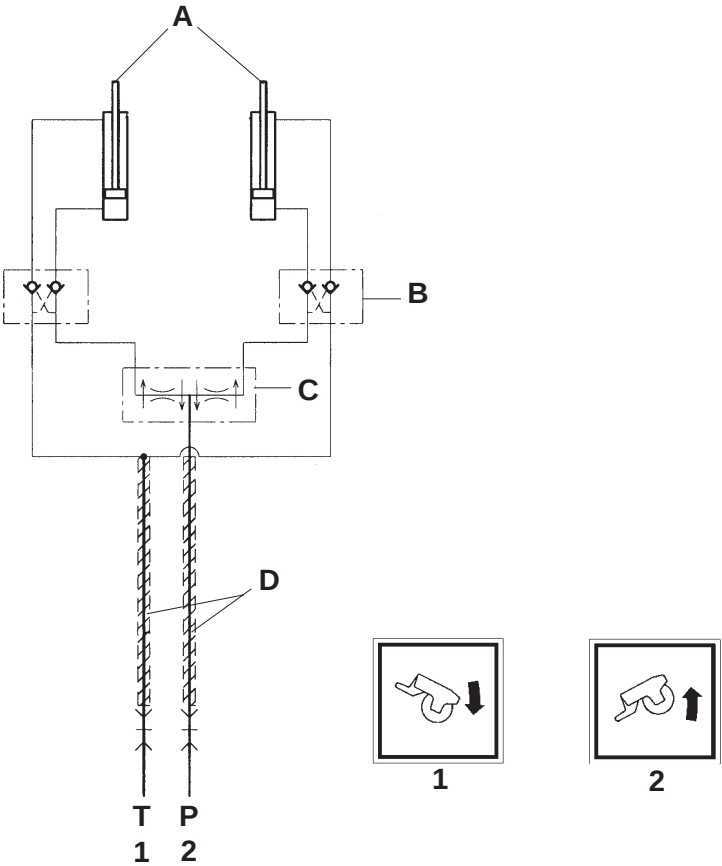

Fig. 15
Tras haber realizado las operaciones preliminares (enganche de los 3 puntos al tractor y acoplamiento del cardán) hay que conectar al tractor la instalación hidráulica (Fig.15) que permite accionar
trattore l'impianto idraulico (Fig. 15) che permette l'azionamento dei due cilindri idraulici (A Fig. 15) per la regolazione del rullo posteriore che determina la profondità di lavoro. I tubi idraulici hanno delle etichette adesive di riconoscimento che sono rappresentate da:
N.B. I due cilindri (A Fig. 15) sono corre-dati da una valvola di blocco automatica (B Fig. 15).
tor (Fig. 15) in order to operate the two hydraulic cylinders (A Fig. 15) and adjust the rear roller that establishes the working depth. The hydraulic pipes have identification stickers representing:
NOTE: The two cylinders (A Fig. 15) are equipped with an automatic blocking valve (B Fig. 15).
vorzunehmen (Abb. 15), um die beiden Hydrozylinder (A Abb. 15) für die Einstellung der heckseitigen Walze betätigen zu können, mit der die Arbeitstiefe festgelegt wird. Die hydraulischen Leitungen sind alle mit Aufklebern versehen, um die Erkennung zu vereinfachen. Diese Leitungen sind:
Anm.: Die beiden Zylinder (A Abb. 15) sind mit einem automatischen Sperrventil versehen (B Abb. 15).
lique (Fig. 15). Celle-ci permet d'actionner les deux vérins hydrauliques (A Fig. 15) pour le réglage du rouleau arrière qui détermine la profondeur de travail. Les tubes hydrauliques portent des étiquettes adhésives permettant de les reconnaître, représentant:
N.B: Les deux vérins (A Fig. 15) sont équipés d'une vanne de blocage automatique (B Fig. 15).
los dos cilindros hidráulicos (A Fig.15) para la regulación del rodillo trasero que determina la profundidad de trabajo. Los tubos hidráulicos tienen unas etiquetas adhesivas que indican:
Nota: los dos cilindros (A Fig.15) tienen una válvula automática de bloqueo (B Fig.15).